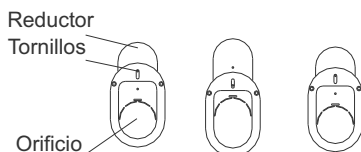

Fig.14
- Instale el reductor una vez finalizada la instalación del tubo de conexión y de la manguera de drenaje (ver imagen 14).